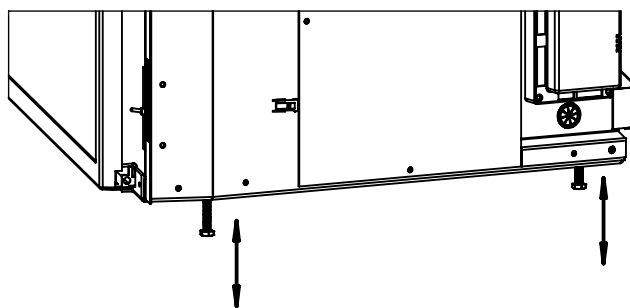

Figure 28: nivellement position des jambes
8. Ajuster les pieds de nivellement pour assurer l'unité soit de niveau et suffisamment élevée si un plateau de base et / ou colonne montante doit être installé. Il ya quatre pieds de nivellement sur le bas de l'appareil (voir figure 28).